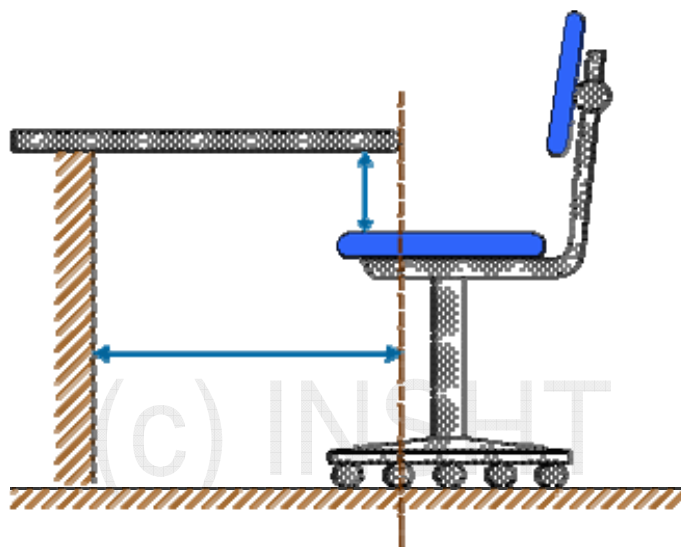

Figura 7
- El respaldo debe tener una suave prominencia para dar apoyo a la zona lumbar (parte baja de la espalda). Su altura e inclinación deben ser ajustables. (Figura 7)